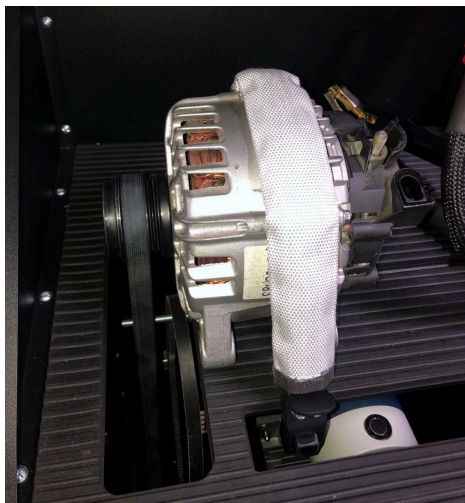

图 14. 交流发电机在测试台上的安装与固定
**注意！** 应通过调整链条在交流发电机上的位置，使皮带张紧后交流发电机处于水平状态（见图 14）。交流发电机倾斜会导致皮带在皮带轮上打滑并加速磨损。